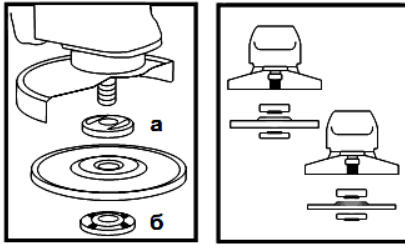

Рисунок 2
5.4 Встановіть на виріб шліфувальний або відрізний круг. Для цього натисніть на кнопку фіксації шпинделя (1) і перевіріть шпиндель до такого положення, при якому він зафіксується. За допомогою вилочного ключа з комплексу виробу відверніть і зніміть затискну гайку (б) (дивіться рисунок 2). Встановіть шліфувальний диск на посадкове місце фланцевої шайби (а) (рисунок 2), наживить рукою затискну гайку на шпиндель і затягніть її ключем з комплексу виробу. Відпустіть кнопку фіксації шпинделя і переконайтеся в тому, що кнопка звільнена, через дво- або триразове натискання. Перевіріть диск і переконайтеся, що шпиндель розблокований.